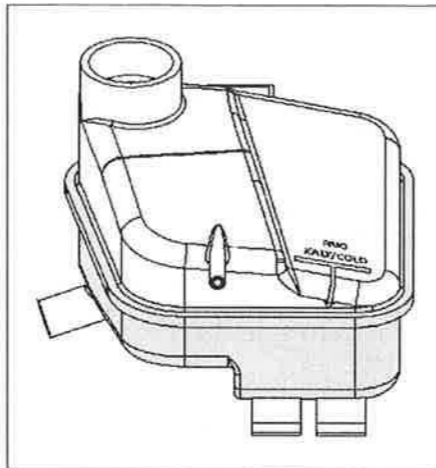

Bild 18
- * Das Kühlwasser muss im kalten Zustand bis zur Pfeilspitze reichen (siehe Bild 18).